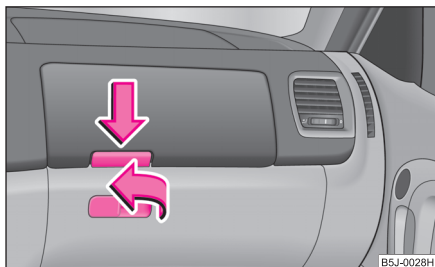

Abb. 68 Schalttafel:
- Ziehen bzw. drücken Sie den Griff des Deckels in Pfeilrichtung ⇒ Abb. 68 und klappen Sie den Deckel auf.